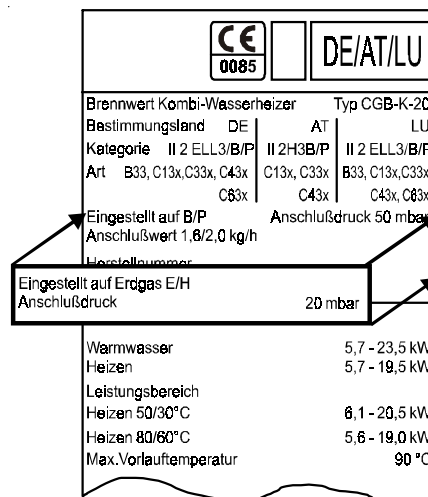

Bild 7: Aktualisieren des Typenschilds
- Schneiden Sie aus dem Umrüsttypenschild (3) die entsprechende Zeile aus.
- Überkleben Sie mit dem ausgeschnittenen Streifen die entsprechenden Zeilen auf dem Typenschild im Gerät, Bild 7.